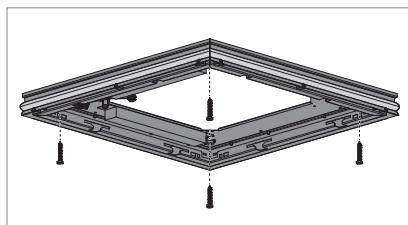

Fig. 4: Leuchtenrahmen an Decke schrauben.
- ▶ Schrauben Sie den Leuchtenrahmen mit vier geeigneten Schrauben an die Decke, siehe Fig. 4.